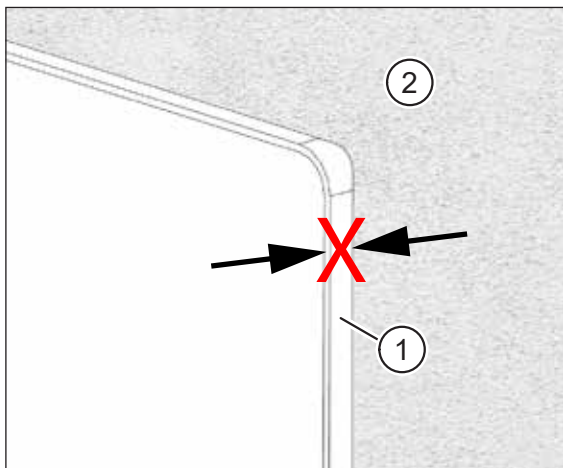

Abb. 26: Putzrahmen steht über Putz über
- Der Putzrahmen (Pos. 1 in Abb. 26) steht über den Putz (Pos. 2 in Abb. 26) über.